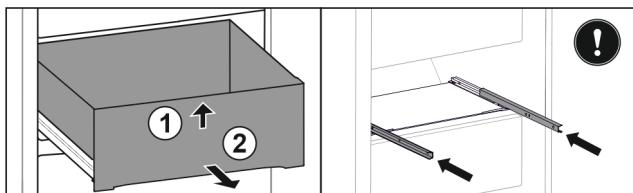

Fig. 51
- Predal spredaj dvignite. Fig. 51 (1)
- Predal vzemite ven v smeri naprej. Fig. 51 (2)